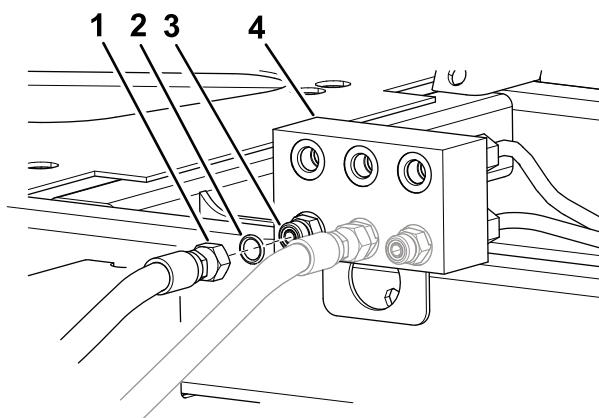

Figura 7
5. Coloque un recipiente de drenaje debajo del colector de unión (Figura 7).
6. Desconecte la manguera hidráulica del acoplamiento izquierdo inferior del colector de unión (Figura 7).